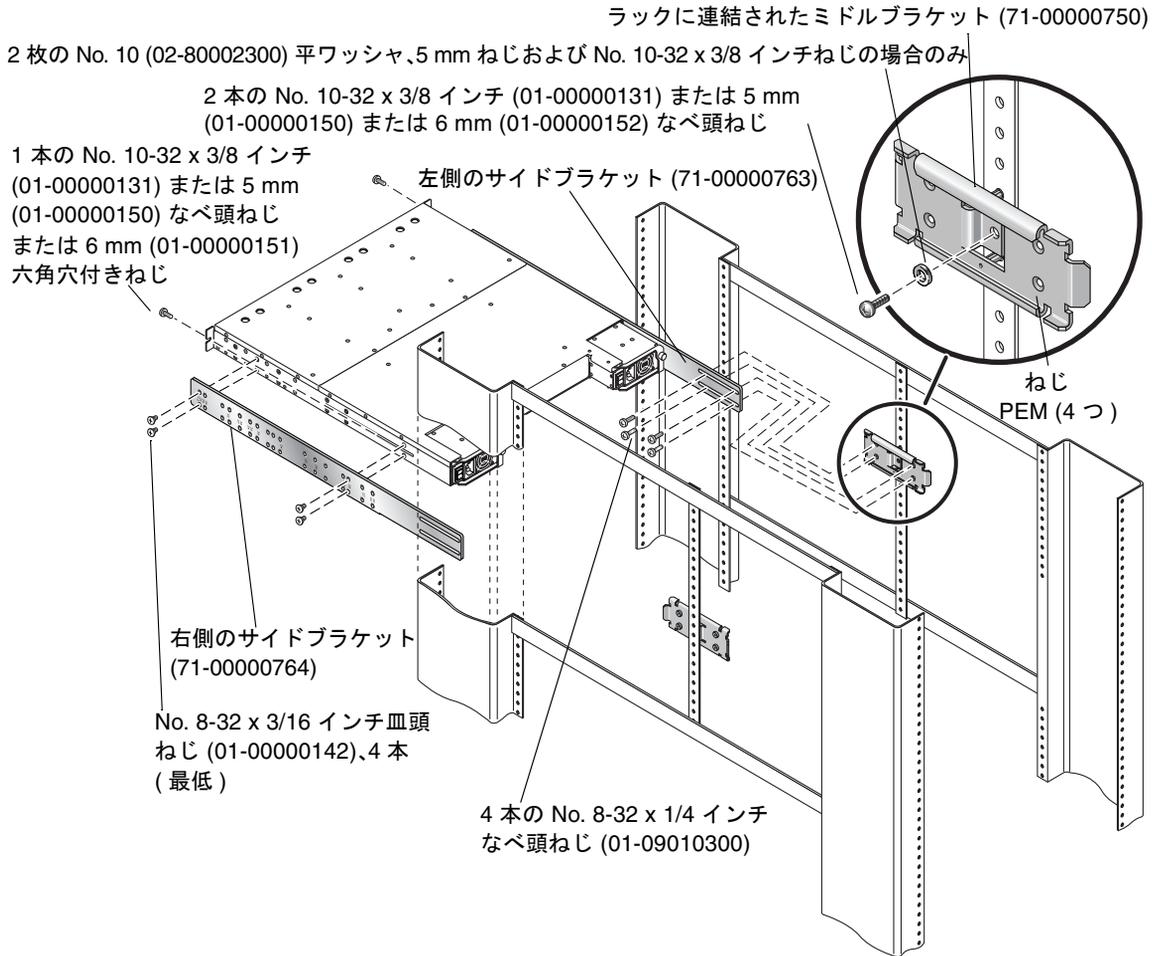

図 2-9 ミドルブラケットを使用したキャビネットのラックマウント
6. 各支柱に 1 本のねじを使用してミドルブラケットをラックの中央の支柱に取り付けます。図 2-9 を参照してください。